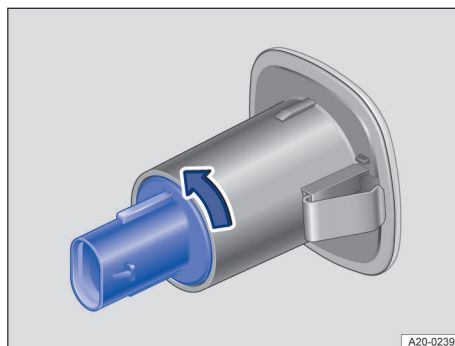

Fig. 177 Înlocuirea becului semnalizatorului lateral.
4. Rotiți soclul becului în sensul săgeții și scoateți becul spre înapoi din carcasă → fig. 177.
7. Introduceți soclul becului în carcasă și rotiți-l în sens contrar săgeții până la capăt → fig. 177.